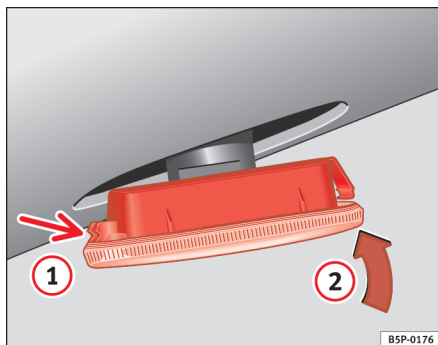

Fig. 197 Blinklygte i siden
- Sæt først blinklygten i monteringsstedet i karrosseriet. Den skal gå rigtigt i hak ⇒ fig. 197, pil ①.
- Sæt pæren i i pilens retning ② ⇒ fig. 197. ■